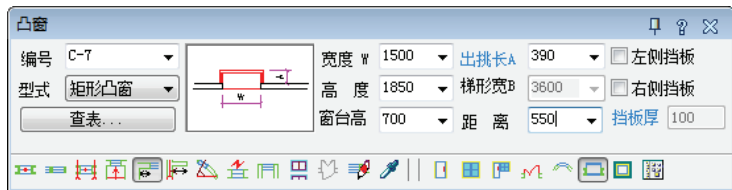

图 14-47 “凸窗”对话框
1) 调用“门窗”命令，弹出“门”对话框；单击其中的“凸窗”按钮，在弹出的“凸窗”对话框中设置参数，结果如图 14-47 所示。